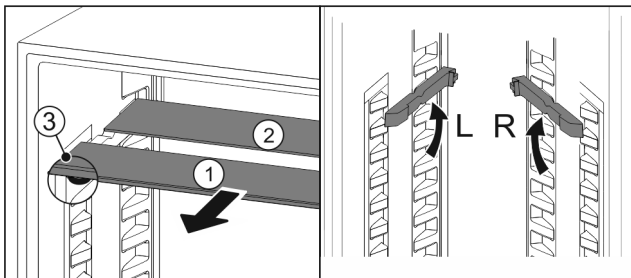

Fig. 105
- ▶ 将玻璃隔板逐个向前拉出 Fig. 105 (1)。
- ▷ 带装饰条的玻璃隔板 Fig. 105 (1)在前。
- ▷ 阻挡装置 Fig. 105 (3)指向下方。